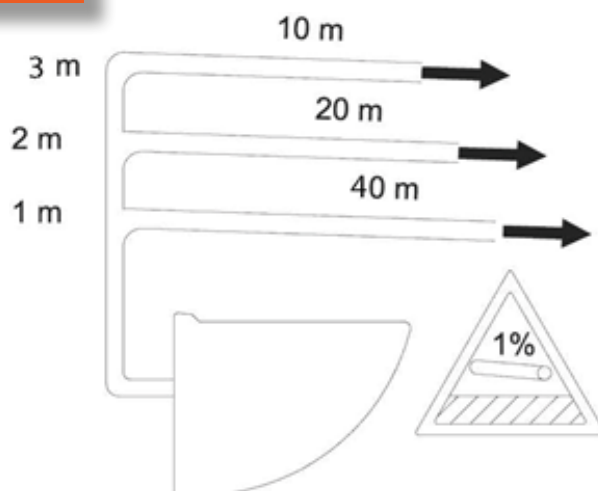

FIG 4:
4. LISTES DES PIECES FOURNIES : (Cf. Fig. 4)